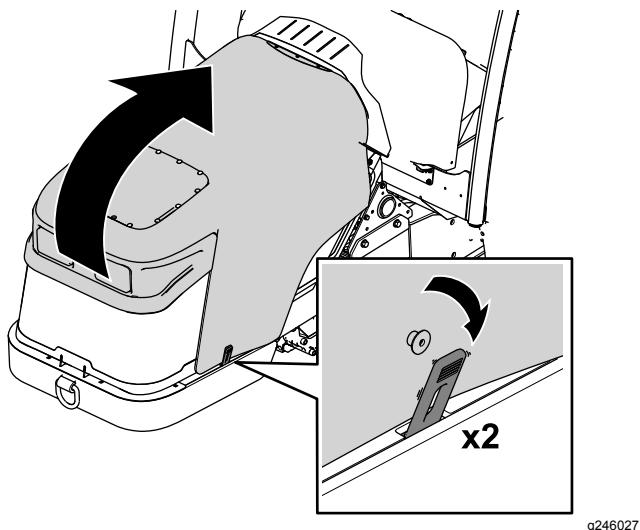

Рисунок 68
1. Отсоедините фиксаторы с каждой стороны машины (Рисунок 68).
2. Поднимите капот (Рисунок 68).